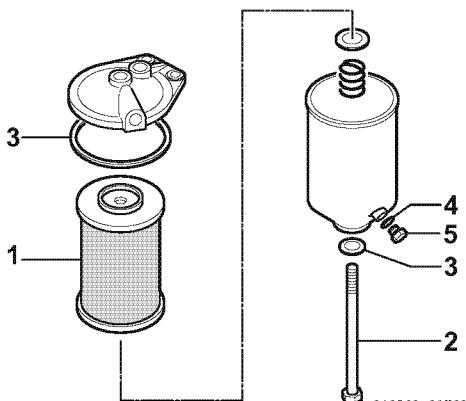

Figure 5
- Rimuovere il bullone centrale (**Figure 5, (2)**) al di sotto del filtro ed estrarre la cartuccia (**Figure 5, (1)**).